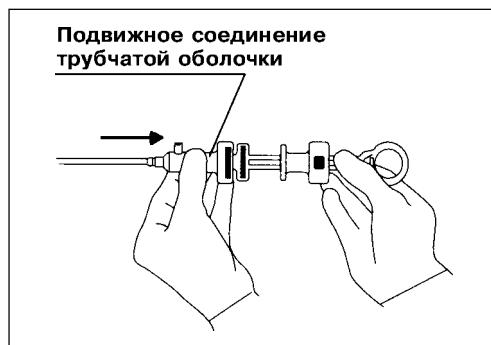

Рис. 3.5.
- 4.** Как показано на рис. 3.5, максимально продвиньте подвижное соединение трубчатой оболочки в проксимальном направлении до срабатывания запирающего устройства.
- 1.** Максимально продвиньте подвижное соединение трубчатой оболочки в проксимальном направлении до срабатывания запирающего устройства. Убедитесь, что при этом спиральная (проволочная) оболочка выдвигается из отверстия на дистальном конце трубчатой оболочки (см. рис. 3.5).